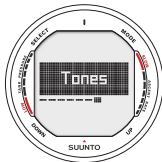

Fig. 3.16. Geluidsinstellingen geselecteerd.
7. Geluid (*Tones*; Fig 3.16, 3.17)